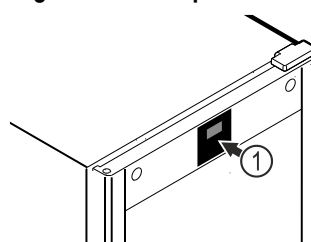

Fig. 52 Esimerkkikuva
Lämpömittari on kalibroitu jo tehtaalla (offset +6 kelviniä). Jos sisälämpötila poikkeaa lämpötilanäytöstä Fig. 52 (1), voit kalibroida lämpömittarin.